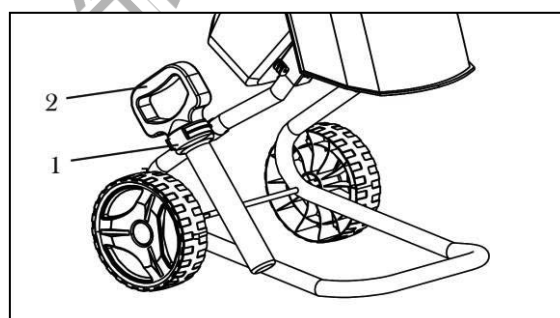

Fig. 2
1. Agganciare il supporto della palaia (Fig. 2 - 1) a un lato del supporto.
2. Agganciare la palaia (Fig. 2 - 2) al supporto della palaia.